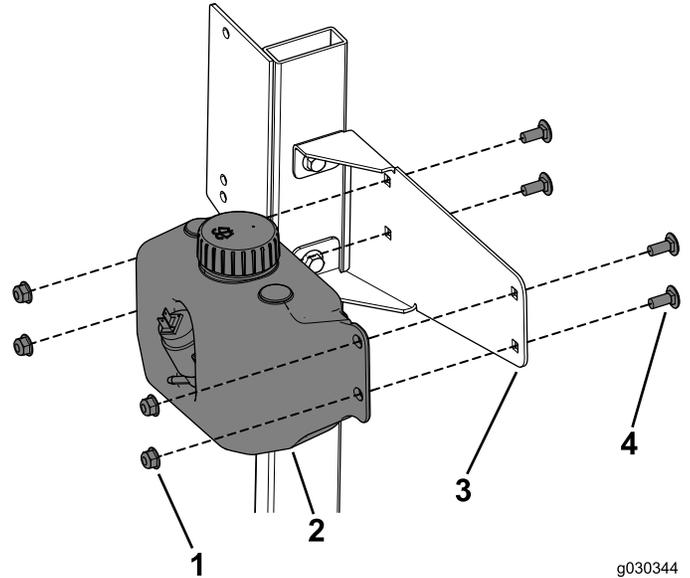

Figura 26
3. Fije el depósito del lavaparabrisas al soporte del depósito con 4 pernos de cuello cuadrado (5/16" x ¾") y 4 tuercas con arandela prensada (Figura 26).